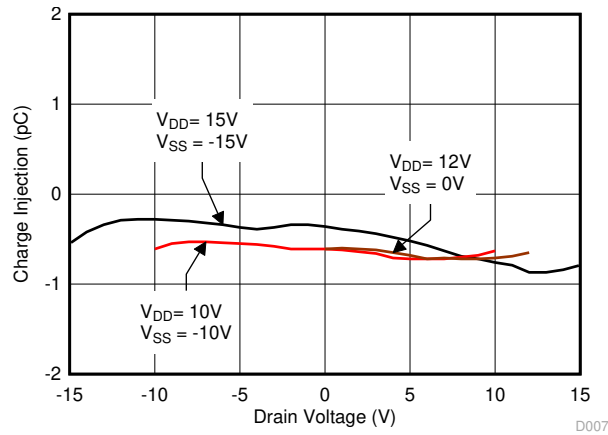

图 6-15. 电荷注入与漏极电压间的关系
TMUX6136 利用特殊的电荷注入消除电路，可将漏极 (D) 至源极 (Sx) 的电荷注入降低至最低 -0.4pC (在 $V_S = 0V$ 条件下)，如 图 6-15 所示。